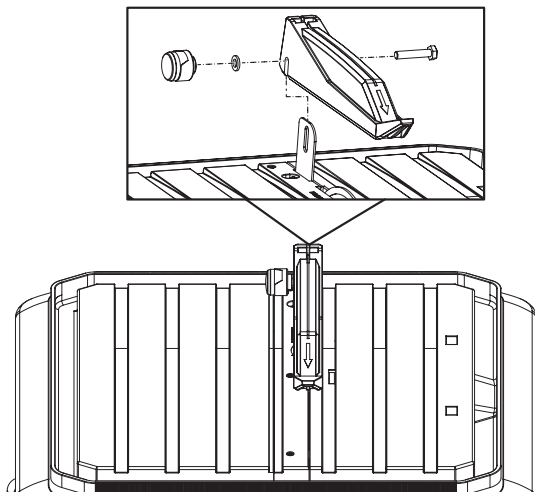

Рис. 7
- Установите защитный кожух (Рис.7).